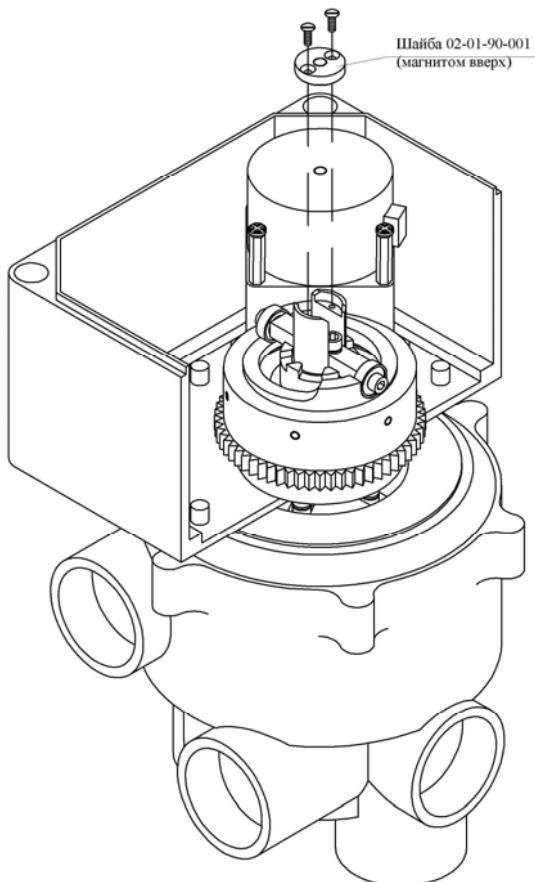

Рис. 4
Далее демонтировать шайбу с магнитом «5» (см. рис.4), и планку с подшипниками «3» (см. рис. 3), выдавить вал «1» (см. рис. 2) вниз, плата условно не показана.
- 3.4.8.** Установить и прикрутить к валу «1» шайбу с магнитом «5» двумя винтами M3x8 из комплекта прибора (магнитом вверху!) в паз верхнего торца вала 1 (см. рис. 4, 5).